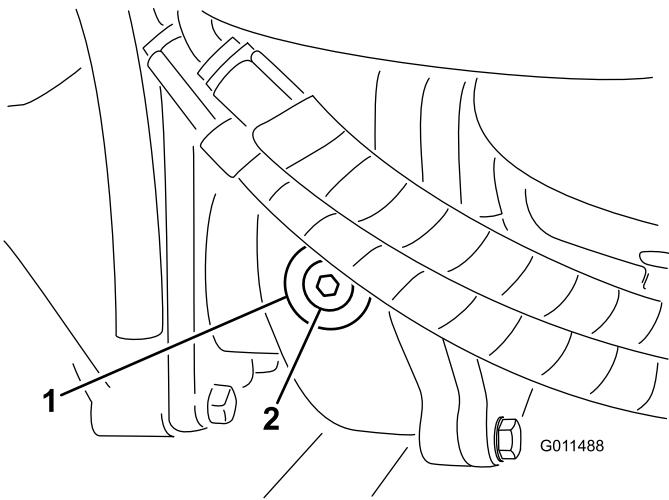

Bild 73
2. Entfernen Sie die Prüf-/Füllschraube an der linken Getriebeseite und stellen sicher, dass das Öl die Unterseite des Lochs erreicht (Bild 73).